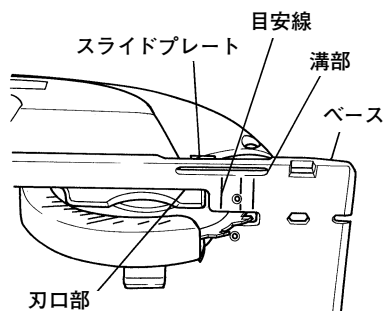

図 14-2
- ベース底面の刃口部付近に付いている目安線を基準に、チップソーの刃先位置を確認します。(図 14-2)